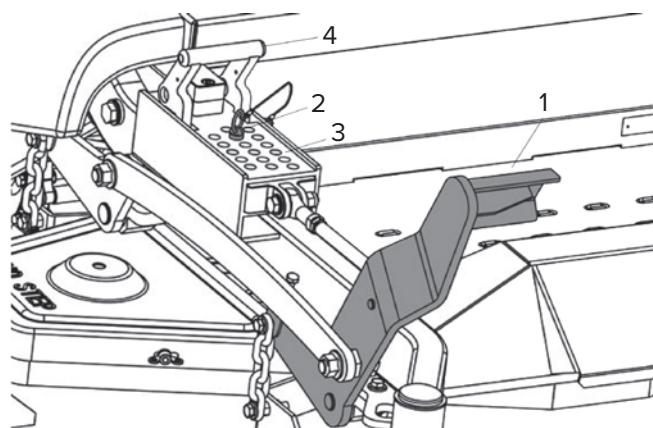

Рис. 15
4. Поднимите и зафиксируйте деку в транспортном положении на высоте 14 см (см. рис. 15).